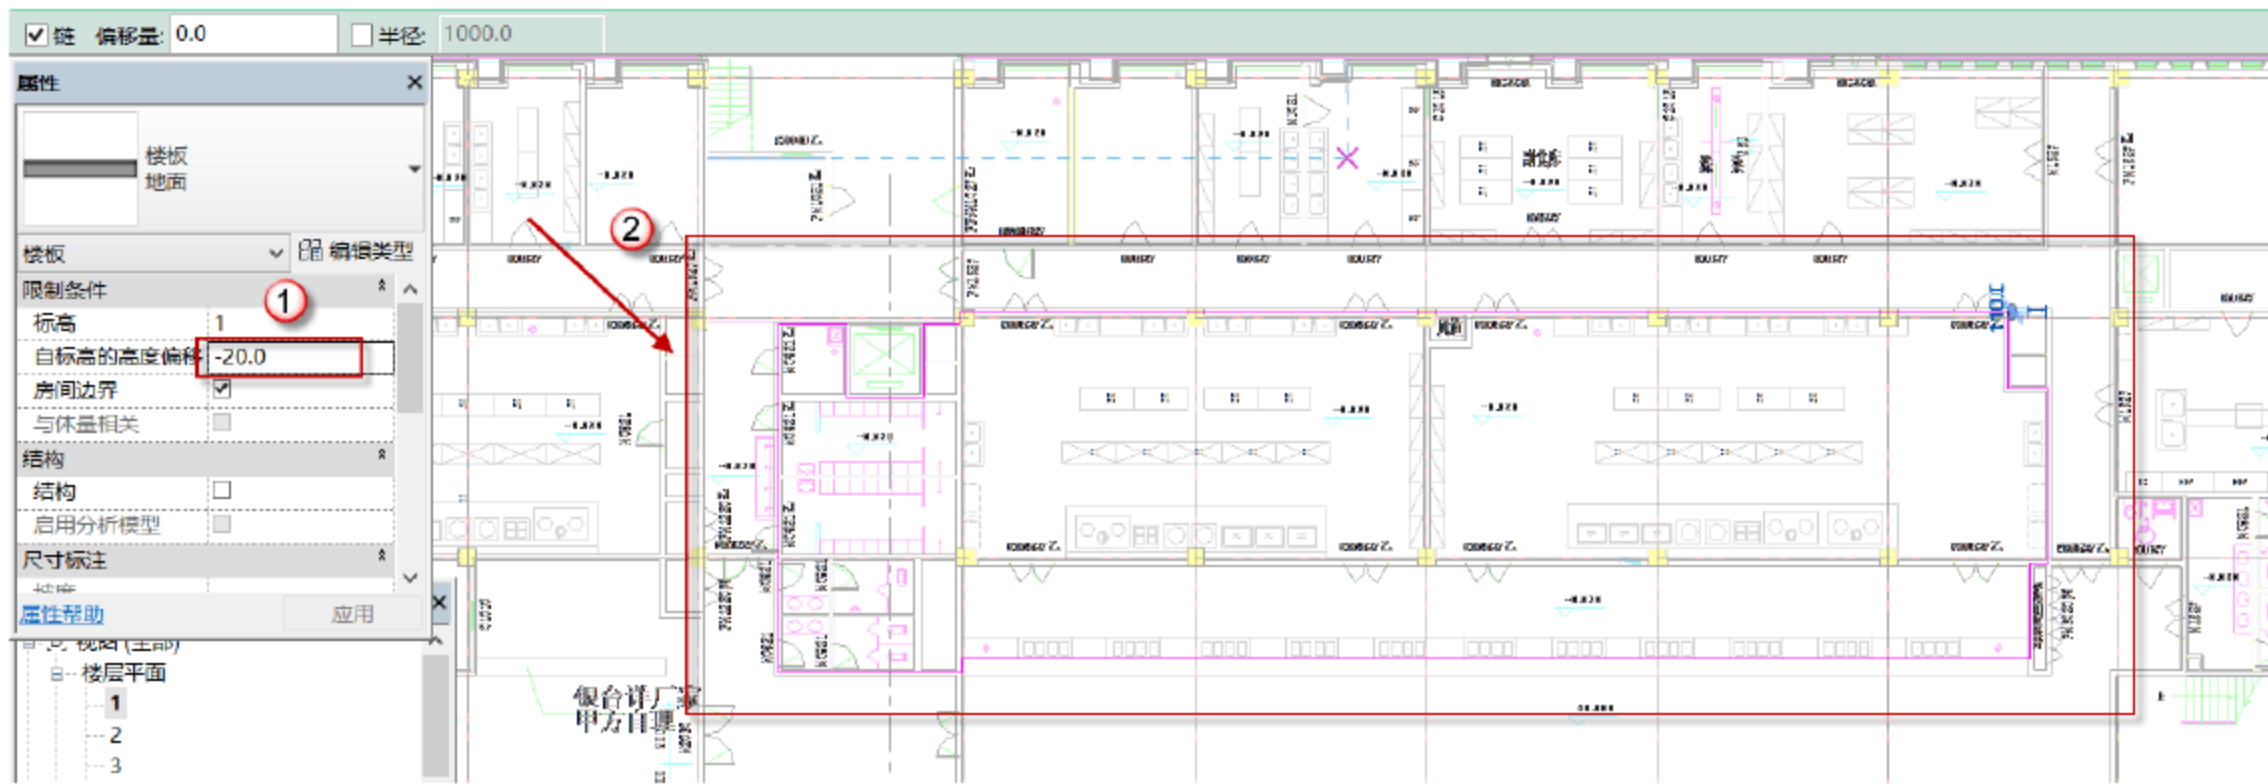

图 10.2.96 标高偏移为“-20”的“地面”部分绘制
(8) 4 轴到 10 轴之间标高偏移为“-20”的“地面”部分绘制。选择“建筑”→“楼板”→“建筑楼板”→“楼面板 1”命令，标高为“1”层，将标高改为“-20”，选用“直线”工具绘制，绘制路径如图 10.2.96 所示，绘制完成后，单击模式选项面板下的√按钮。